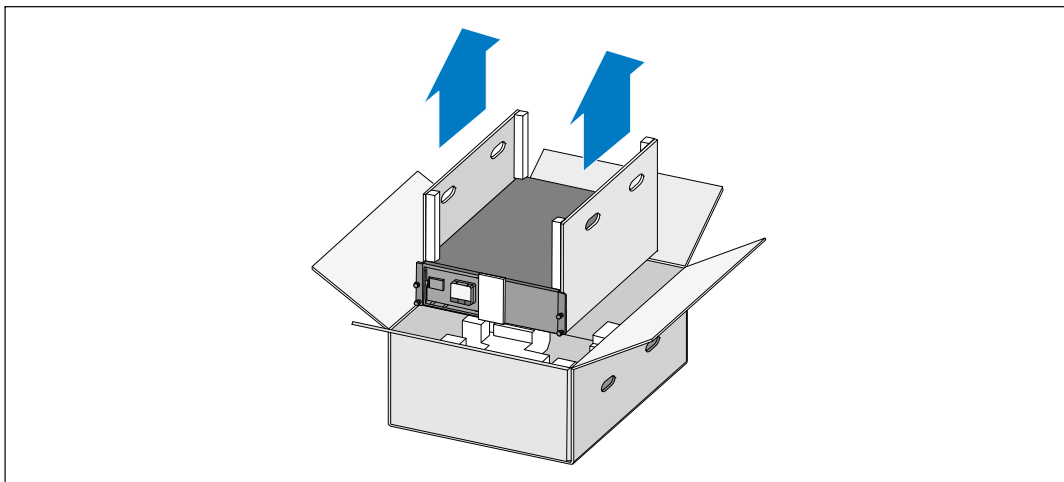

図3. キャビネットの持ち上げ方
**2** 片側を一人ずつで持ち、段ボールのハンドル部分を使って、段ボール箱からキャビネットを注意して持ち上げ、平らで安定した表面上に置きます（図3を参照）。